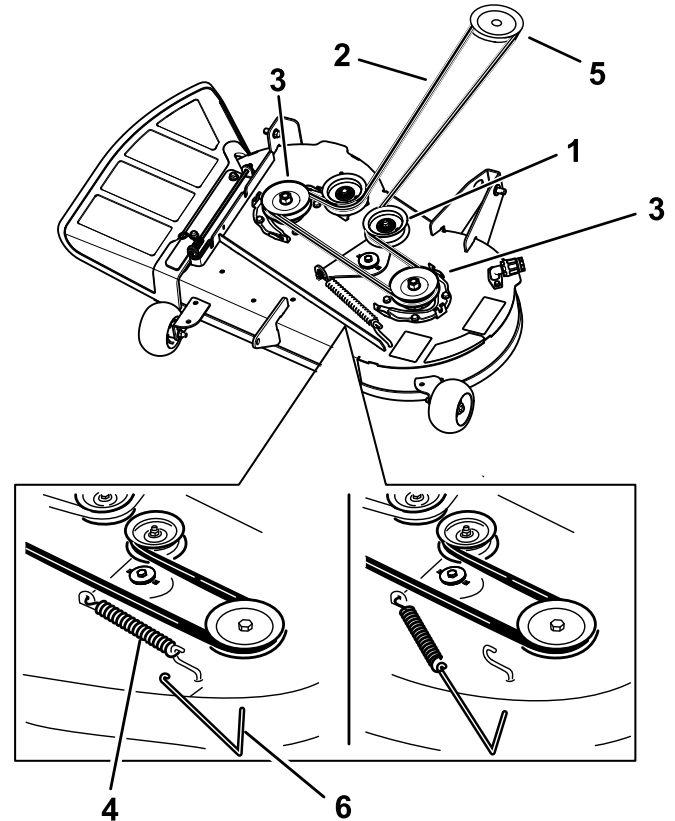

Figure 48
5. À l'aide d'un outil de dépose de ressort (réf. Toro 92-5771), décrochez le ressort du crochet sur le tablier pour détendre la poulie de tension et déchaussez la courroie des poulies (Figure 48).
6. Acheminez la courroie neuve autour de la poulie du moteur et des poulies du tablier de coupe (Figure 48).
7. À l'aide d'un outil de dépose de ressort (réf. Toro 92-5771), accrochez le ressort au crochet situé sur le tablier, afin d'exercer une tension sur la poulie de tension et la courroie du tablier de coupe (Figure 48).